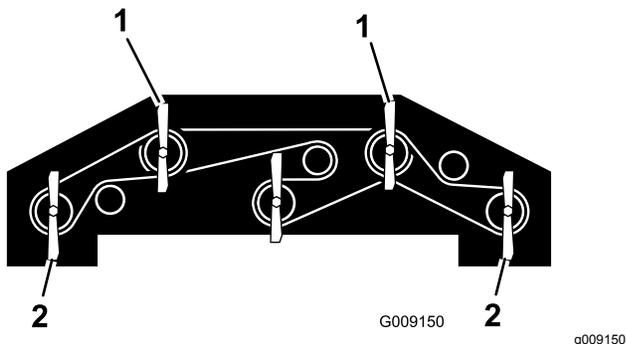

Figure 139
- Tournez chaque lame pour qu'elle pointe vers l'avant (Figure 139).